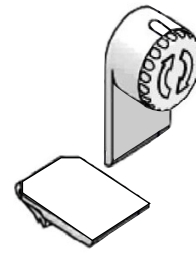
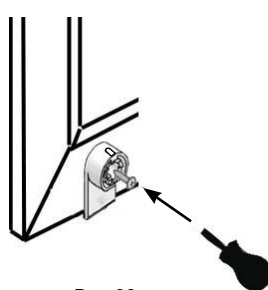

Рис.21
Рис.22
- б) при установке на глухое окно со сверлением у кронштейна отламывается выступ (Рис.21), затем кронштейн прикручивается к раме одним шурупом(Рис.22).